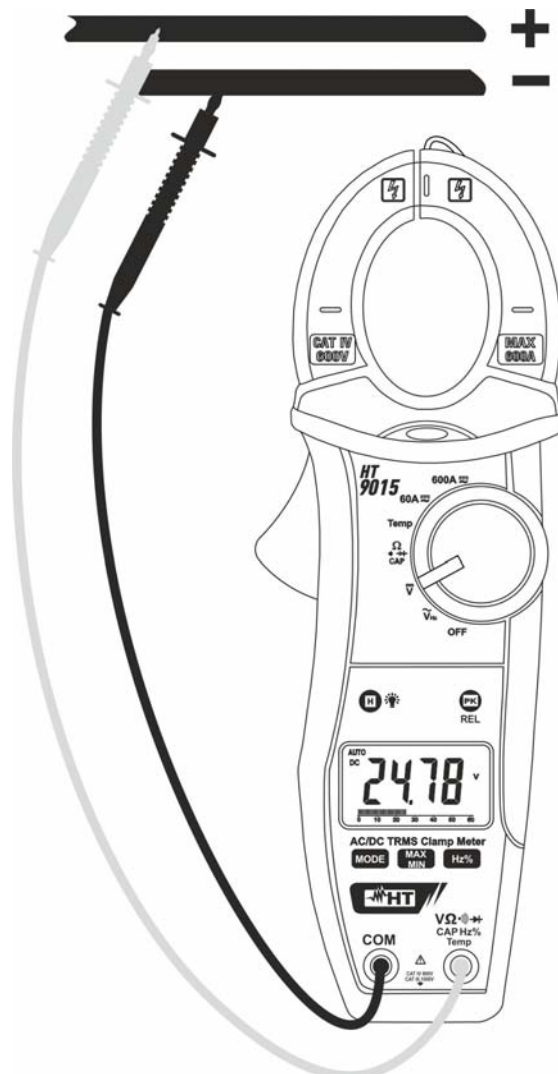

Fig. 4: Uso della pinza in misura di Tensione DC
2. Inserire il cavo rosso nel terminale di ingresso $V\Omega\text{CAPHz}\%Temp$ e il cavo nero nel terminale di ingresso **COM** (Fig. 4)